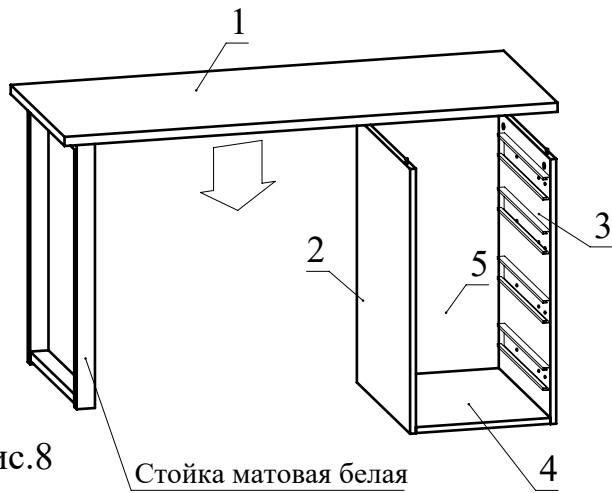

Рис.8
- Соедините две сборки, полученные ранее, затянув головки минификсов (Рис. 8).